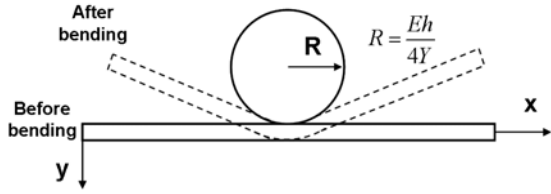
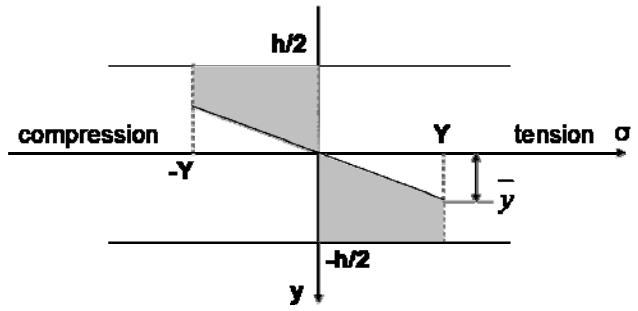

Fig.4-2
Fig.4-3
- A. 원통형 다이를 사용하여 Fig.4-2 와 같이 굽힘 반경 R ($R = \frac{Eh}{4Y}$, E: Elastic modulus, Y: Yield stress) 이 되도록 굽힘 moment를 가하여 beam을 구부렸을 때, beam의 중심 ($y=0$)에서 소성변형이 시작되는 지점까지의 거리 (\bar{y})를 구하여라. 단, 굽힘 반경 R 만큼 굽혔을 때, beam의 y축 방향으로의 stress profile에는 Fig.4-3 과 같이 탄성 변형과 소성 변형 영역이 모두 존재한다고 가정한다. (굽힘 moment에 의한 길이방향 (x축) strain $\epsilon_x = \frac{y}{R}$)